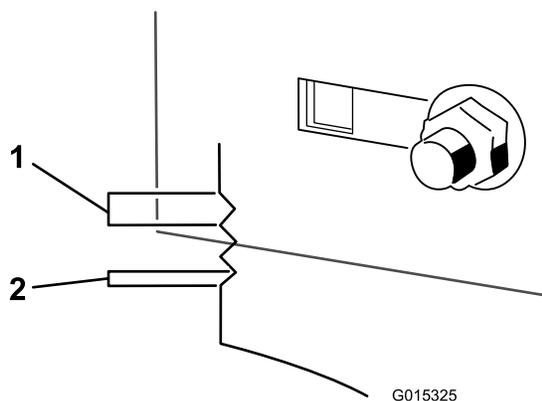

Figura 53
- Utilice las muescas del soporte soldado para medir la cantidad de ajuste. Cada muesca completa equivale a 0,25 pulgadas, y un solo lado equivale a 0,125 pulgadas (Figura 53). Ajuste la carcasa de corte a la altura deseada.